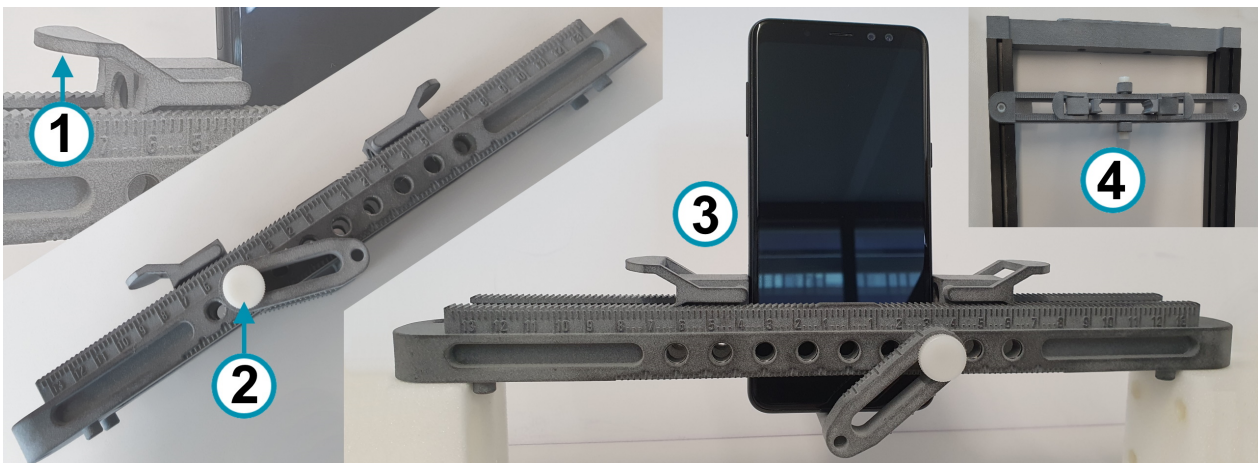

Bild 7-10: R&S CMQ-B714A "DUT Clamp 1" Option, Bestellnummer 1537.6255.02
"DUT Clamp 1" kann in der Schirmkammer auf dem "Drawer Support 1" montiert werden (siehe (4) oben rechts in Bild 7-10) oder auf dem "Inner Support 1".
"DUT Clamp 2" kann in Einzel- oder Doppelplattenkonfiguration montiert werden auf einem "Drawer Support 1" (Bild 7-10).